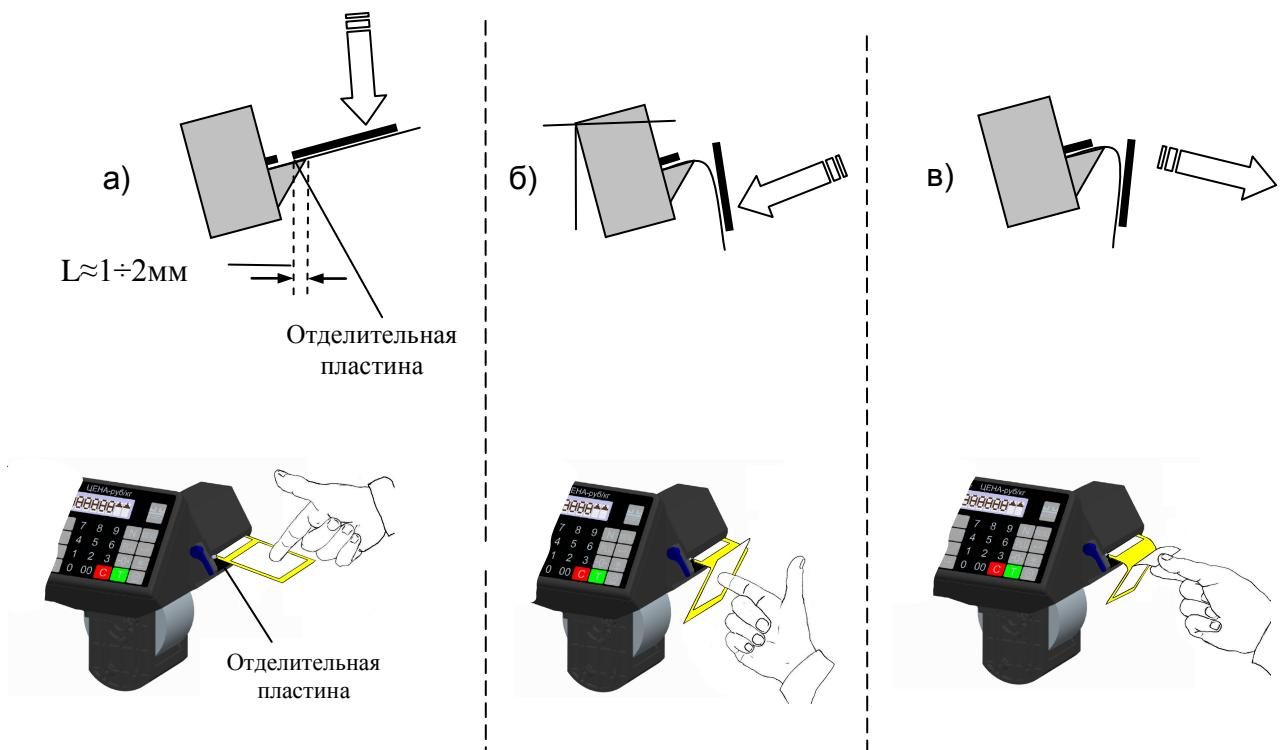

Рис. 7. Отделение этикетки
- После печати этикетка выйдет из принтера и остановится над отделительной пластиной (Рис. 7 а);
- Легким нажатием указательного пальца отклонить этикетку вниз вместе с лентой (Рис. 7 б). Край этикетки отделяется от ленты;
- Снять этикетку с ленты, удерживая ее за верхний край большим и указательным пальцами (Рис. 7 в).
3 Если край этикетки не отделяется при нажатии или отделяемый край слишком мал, то необходимо откорректировать место остановки этикетки. Рекомендованное место остановки, когда край этикетки не доходит до конца отделительной пластины на $1\div 2$ мм (см. Рис. 7 а). Порядок изменения места остановки этикетки описан в разделе 2.4.2.3. Первая этикетка после включения питания весов или после заправки рулона является контрольной и при печати выходит из принтера пустой.